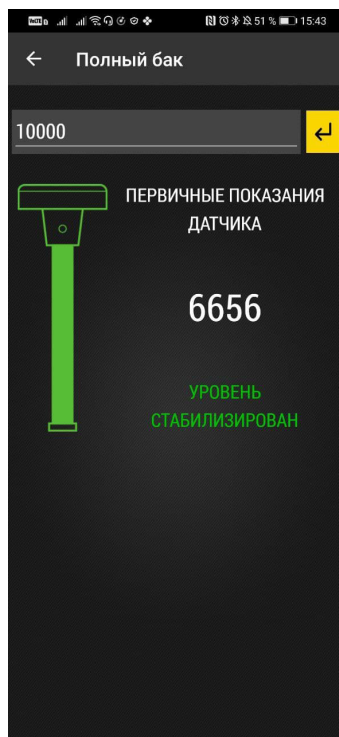

Рис.21. Стабильные показания уровня.
- Дождитесь стабилизации уровня – появится сообщение «Уровень стабилизирован», окрашенный в зеленый цвет (**Рис.21**).